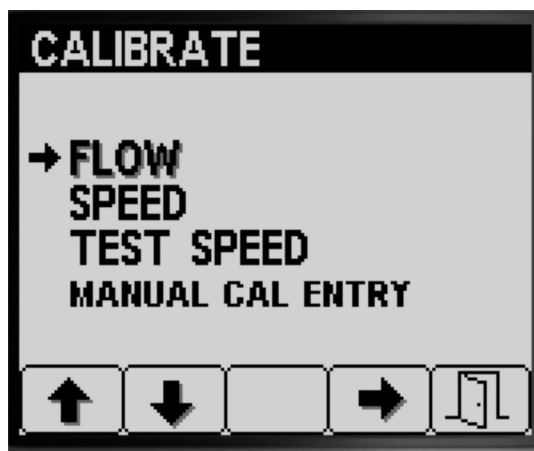

図 41
2. キャリブレーションサブメニューのボタン 1 と 2 で FLOW オプション間の移動 図 41。
3. ボタン 4 を押して Flow calibration を決定する 図 41。